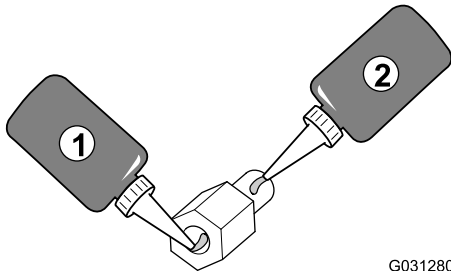

图150
2. 在螺纹隔离柱螺母部分的螺纹上抹一层螺纹紧固剂低——中——高强度 图150。
4. 在螺纹隔离柱螺栓部分的螺纹上抹一层螺纹紧固剂低——中——高强度 图150。